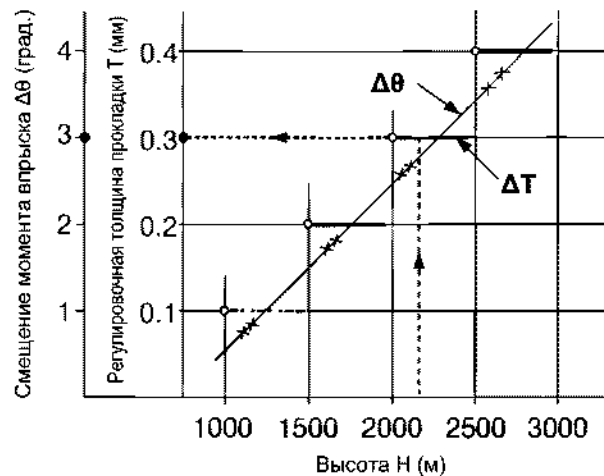

Рис. 46 Регулировочная толщина прокладки
2. Вычислите толщину прокладки, отняв ΔT , и увеличьте момент впрыска на $\Delta\theta$, базирясь на высоте H, на которой работает генератор, и скорректируйте толщину прокладки, как показано на Рис. 46.